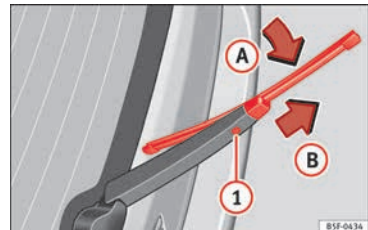

Abb. 80 Scheibenwischerblatt der Heckscheibe auswechseln.
- Scheibenwischerblatt oben in Richtung Scheibenwischerarm »» **Abb. 80** (Pfeil **A**) klappen.
- Die Entriegelungstaste »» **Abb. 80** **1** gedrückt halten und gleichzeitig das Scheibenwischerblatt in Pfeilrichtung **B** abziehen. Dazu kann ein erhöhter Kraftaufwand notwendig sein.
- Neues Scheibenwischerblatt **gleicher Länge und Ausführung** auf den Scheibenwischerarm entgegen der Pfeilrichtung »» **Abb. 80** **B** schieben, bis es einrastet. Dabei muss sich das Scheibenwischerblatt in abgeklappter Position (Pfeil **A**) befinden.